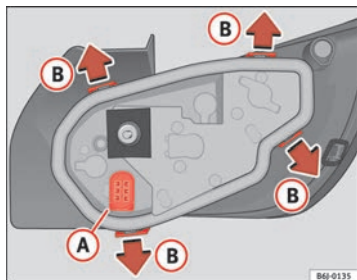

Fig. 148 Cambio lámparas luces posteriores
- Retire el portalámparas, separándolo de la carcasa. Presione para ello las pestañas (B) en el sentido de las flechas ⇒ fig. 148.